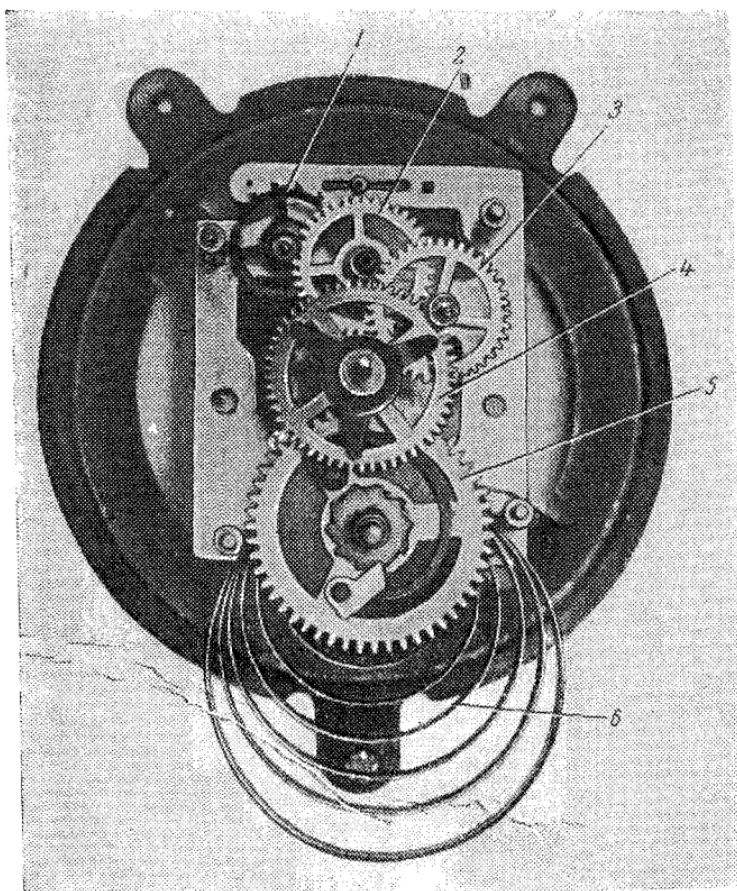
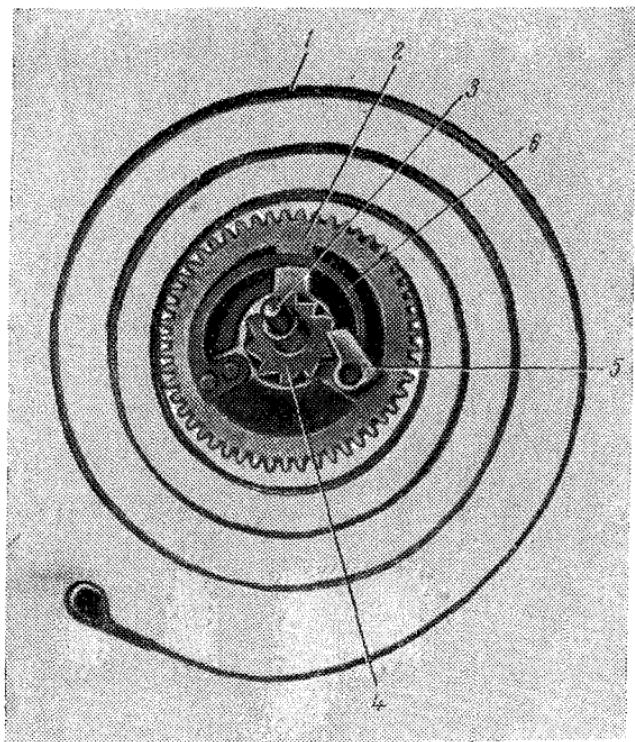

Рис. 19. Механизм со снятой задней платиной (колесная передача):
Рис. 23. Пружина с заводным колесом:
**Колесная передача** (рис. 19) расположена между двумя платинами. Она состоит из колес: центрального 4, промежуточного 3 и секундного 2 и соответствующих трибок к каждому колесу.
**Двигателем** является упруго закрученная стальная пружина. Заводная пружина (рис. 23) служит для приведения в движение колесной передачи и поддержания колебаний баланса. Двигатель состоит из пружины 1, заводного колеса 2, вала 3, храпового колеса 4, собачки 5 и пружинки 6. Наружный конец пружины в виде петли закреплен на колонке механизма, а внутренний — на крючке заводного вала.
Снимают с механизма колесную передачу (см. рис. 19) и кладут на разборную карту: анкерное колесо 1 на клетку *e*, секундное 2 на клетку *ж*, промежуточное 3 на клетку *з*. Центральное колесо не снимают с механизма.
Далее снимают заводное колесо 5 (см. рис. 19) с пружиной 6, а пружину с заводного колеса; для этого левой рукой держат пружину, а правой провертывают заводное колесо вправо
Сборку механизма начинают с установки деталей на переднюю (подциферблестную) платину (см. рис. 19). Вначале надевают пружину на заводное колесо (см. рис. 23). Для этого внутренний конец пружины заводят на крючок заводного вала и устанавливают колесо в отверстие на платине, а наружный конец пружины закрепляют на стойке (колонке). Пружина должна развертываться наружу, а не внутрь механизма. Последовательно устанавливают на платину (см. рис. 19) анкерное колесо 1, секундное 2 и промежуточное 3. Затем устанавливают заднюю платину, при этом в отверстия вводят центральное колесо и вал заводного колеса. Пинцетом вводят цапфы всех колес в отверстия на задней платине и закрепляют две нижние гайки.